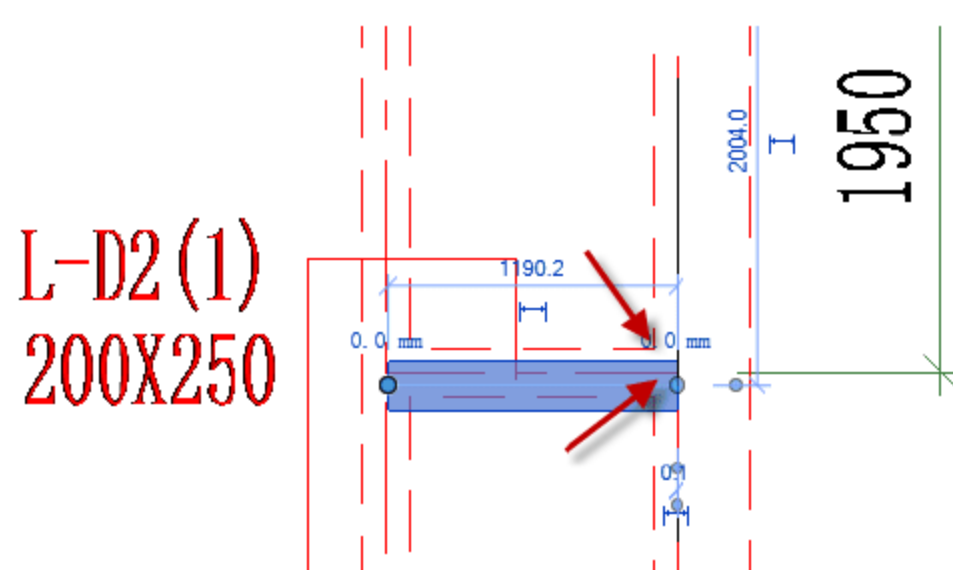

图 4.2.66 调整矩形梁的位置
(16) 调整矩形梁 L-D2 的位置, 选中矩形梁 L-D2, 按快捷键 M+V, 移动矩形梁的位置, 使其与梁线对齐, 如图 4.2.66 所示。